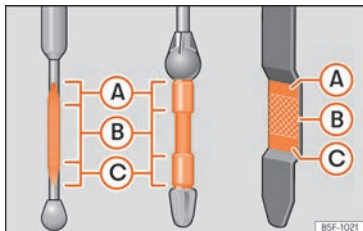

Fig. 223 Jauge d'huile moteur
- Puis retirez-la à nouveau et vérifiez le niveau d'huile » fig. 223. Faites l'appoint d'huile moteur si nécessaire.
- Dès que le niveau d'huile atteint la zone »» fig. 223 (B), revissiez soigneusement le bouchon de l'orifice de remplissage »» ①.
Ne démarrez pas le moteur si le niveau d'huile se trouve au-dessus de la zone »» fig. 223 (A). Risque d'endommagement du moteur et du catalyseur ! Prenez contact avec un atelier spécialisé.
Le niveau d'huile ne doit en aucun cas dépasser la zone »» fig. 223 (A). Sinon, de l'huile risque d'être aspirée par l'aération du carter-moteur et d'être rejetée dans l'at-